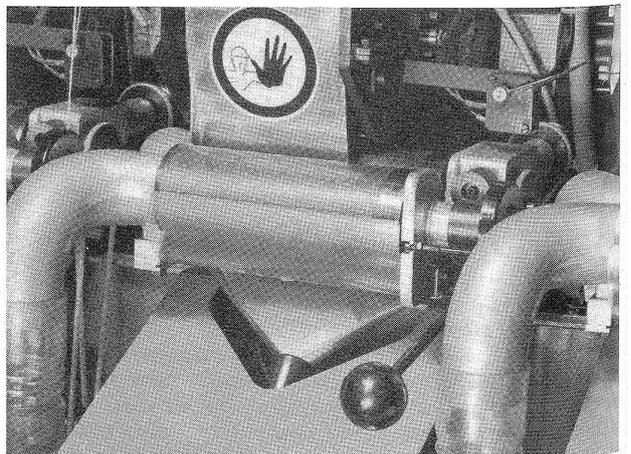

Bild 6
- Keine Verschmutzungserscheinungen oder Störfaktoren durch extrem staubhaltiges Material, da Schmutzabsaugung im Spinnprozess integriert ist (Fig. 6).